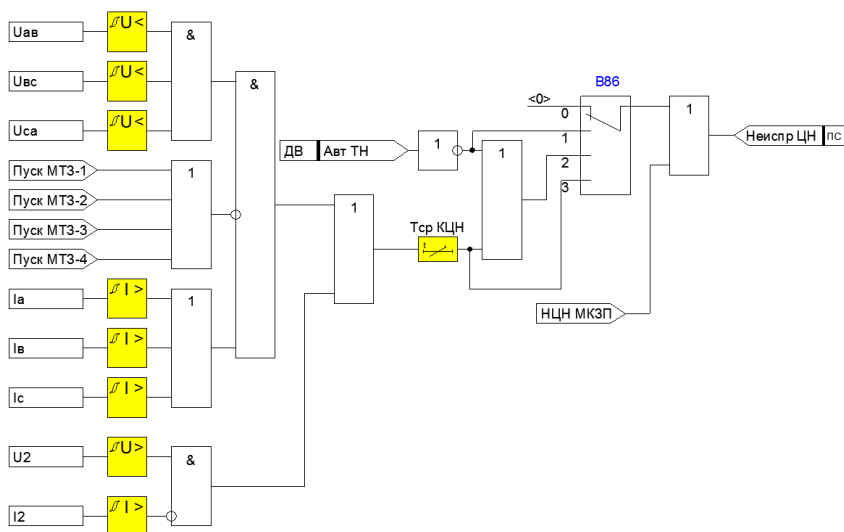

Рисунок 3.1.11 – Функциональная схема контроля ЦН
2) Обрыв цепей напряжения выявляется при одновременном выполнении следующих условий (Рисунок 3.1.11):